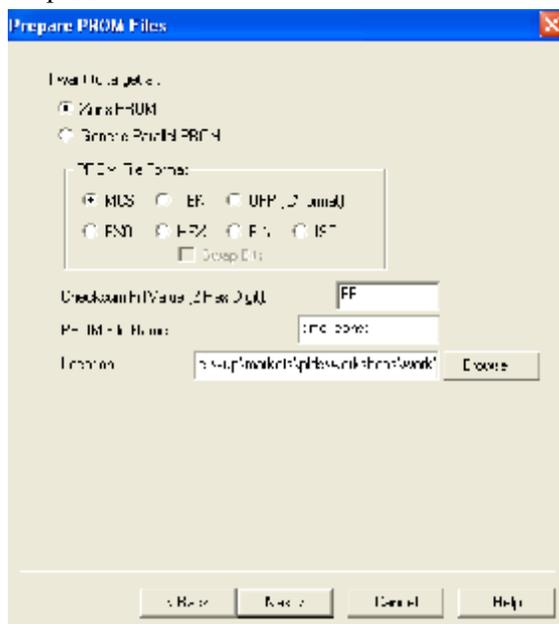

Рисунок 3.11 – Подготовка PROM файла
- 4 Установите формат файла MCS для Xilinx PROM (рисунок 3-11), имя файла и нажмите Next для продолжения.